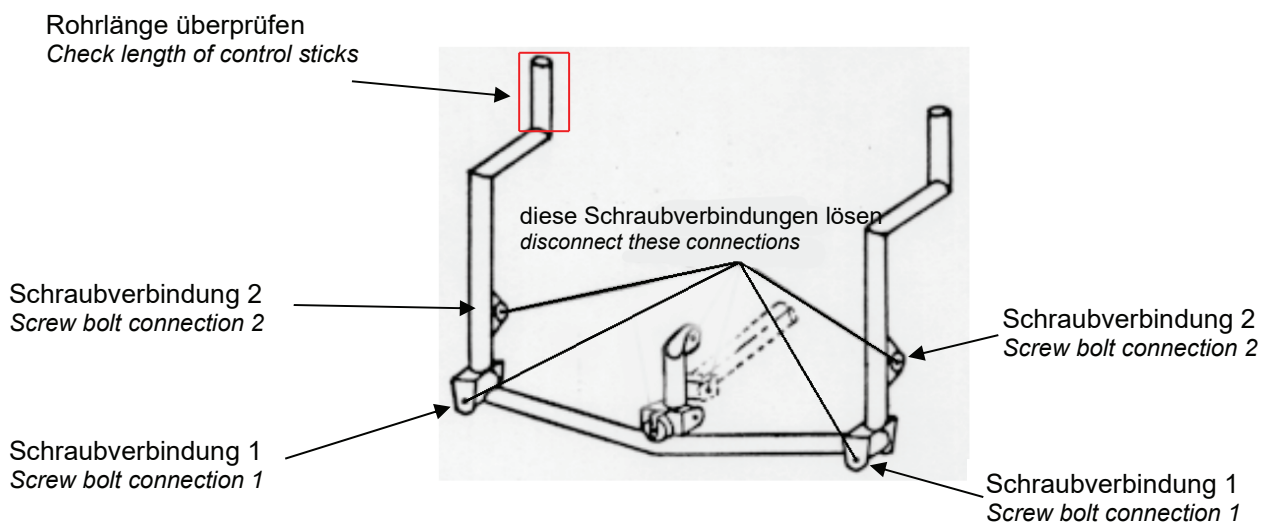

Bild 3 / Fig. 3
- 3.4 Schraubverbindungen 1 lösen (siehe Bild 3).
- 3.5 Schraubverbindungen 2 lösen und Steuerknüppel ausbauen (siehe Bild 3).
- 3.4. *Loosen bolt connections 1 (see Fig. 3).*
- 3.5. *Loosen bolt connections 2 and remove control stick (see Fig. 3).*